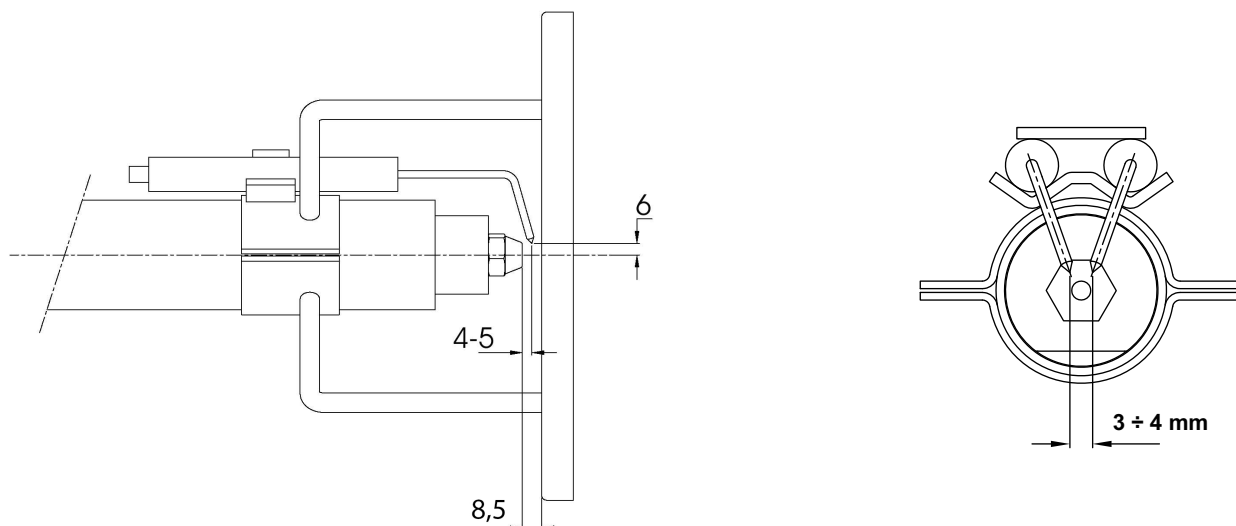

Fig. 15
- smontaggio esame e pulizia testa di combustione (vedere "Estrazione della testa di combustione" a pagina 38), nel successivo rimontaggio rispettare scrupolosamente le misure riportate in Fig. 15;
- esame elettrodi di accensione e relativi isolatori in ceramica, pulizia, eventuale registrazione e, se necessario, sostituzione Fig. 15;
Al fine di garantire una buona accensione è necessario che siano rispettate le misure indicate in Fig. 15.
- 5 estrarre gli elettrodi e sostituirli facendo riferimento alle quote riportate in Fig. 15.